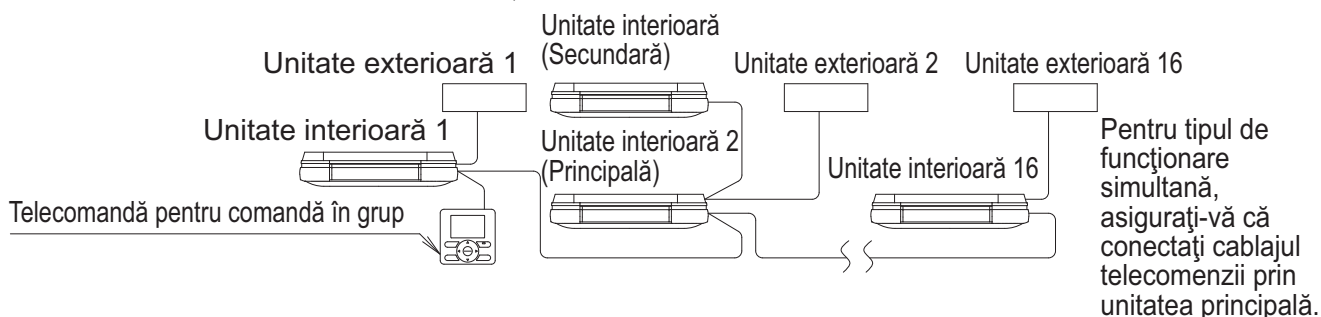

Fig. 43
- La utilizarea ca unitate pereche sau ca unitate principală pentru funcționare simultană multiplă, puteți porni/opri simultan controlul (de grup) până la 16 unități cu telecomanda. (**Consultați Fig. 43**)